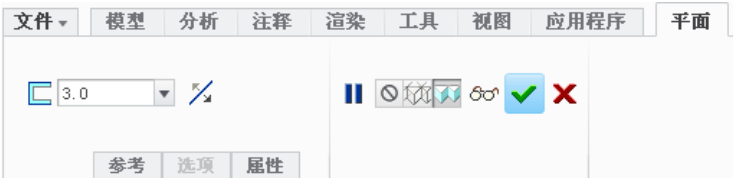

图 11.4.11 “旋转”操控板
(1) 单击 **模型** 功能选项卡 **工程** 区域 **形状** 下的 **旋转** 按钮，系统弹出图 11.4.11 所示的“旋转”操控板。